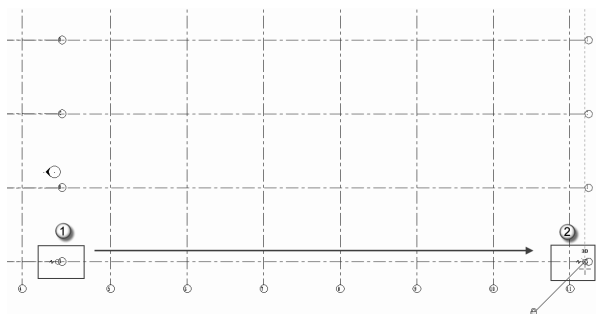

图 1.3.17 拉长水平方向轴线
(13) 拉长水平方向轴线。由于水平方向的轴线比较短，使用夹点的方法，将水平方向的轴线拉到 11 轴的右边，如图 1.3.17 所示。